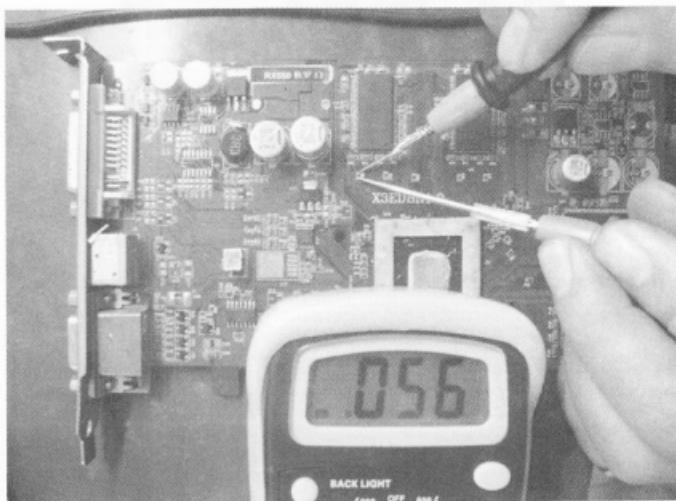

图 5-94 正常电阻  $56\Omega$
(11) 由此可以怀疑是电阻问题，量左边的电阻值为  $56\Omega$ ，如图 5-94 所示。